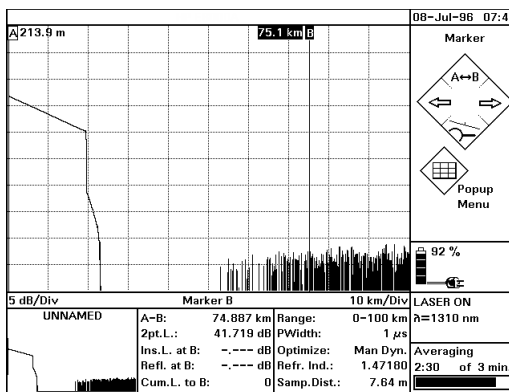

Рис. 74 Измерение динамического диапазона: вид полной рефлектограммы
- 5 Рассмотрите полученную характеристику (см. Рис. 74).